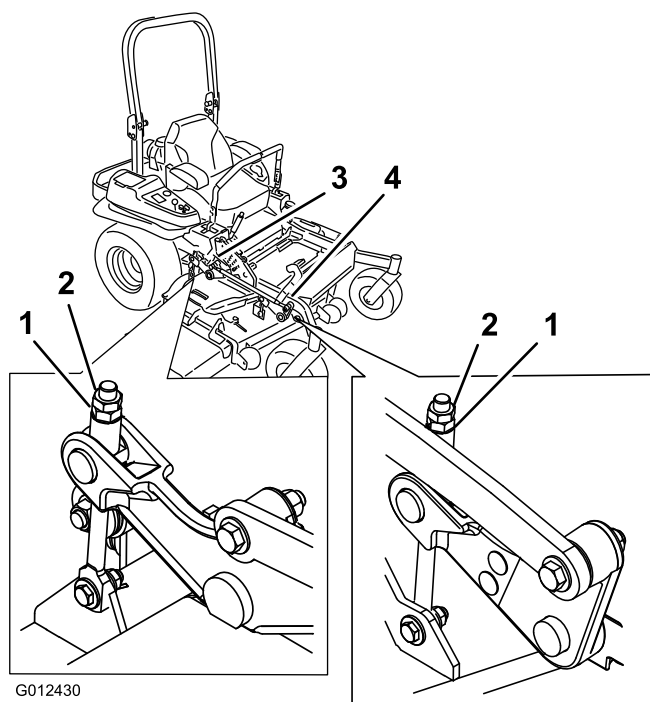

Figure 90
- Ajustez précisément le serrage de l'écrou de réglage sur l'ensemble de relevage du tablier avant (Figure 90).
16. Ajustez précisément le serrage de l'écrou de réglage sur l'ensemble de relevage du tablier avant (Figure 90).